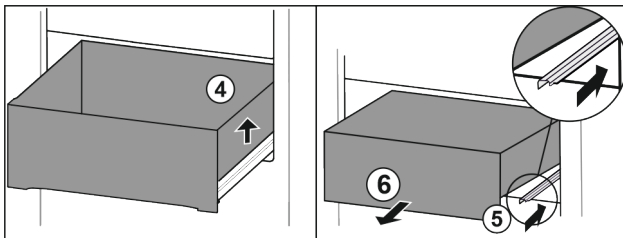

Fig. 63
- ▶ Soulever le tiroir sur la droite. Fig. 63 (4)
- ▶ Rentrer le rail de droite. Fig. 63 (5)
- ▶ Retirer le tiroir par l'avant. Fig. 63 (6)